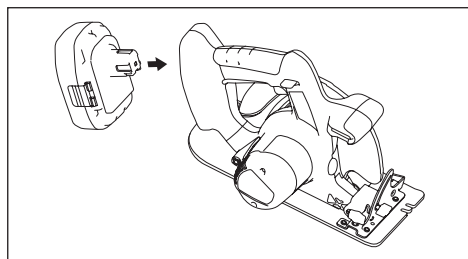

Fig. 2
1. Para insertar la batería: (Consulte la Fig. 2)